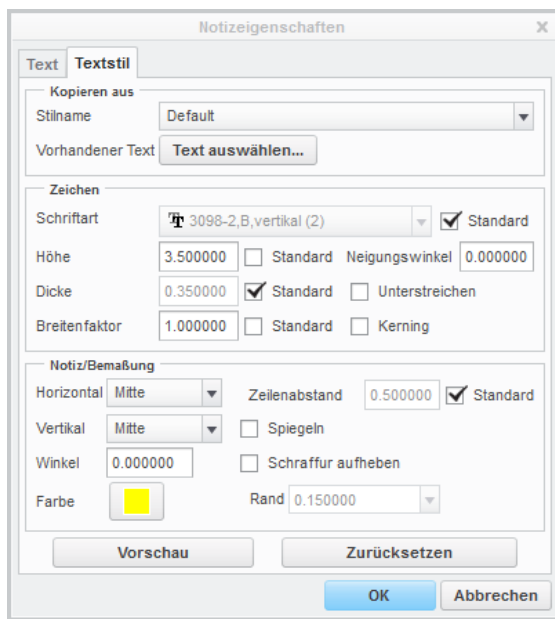

Abb. 17 Notizeigenschaften
▶ Notiz auswählen ▶ [RMT] länger drücken ▶ Eigenschaften *oder* [LMT] doppelt auf die Notiz (siehe 7.3 Abb. 17)